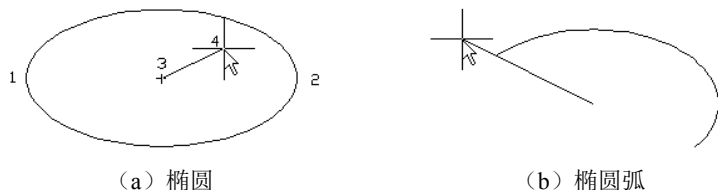

图 2-35 椭圆和椭圆弧
指定椭圆的轴端点或 [圆弧(A)/中心点(C)]: (指定轴端点 1, 如图 2-35 (a) 所示)
指定轴的另一个端点: (指定轴端点 2, 如图 2-35 (a) 所示)
- ☒ 起点角度: 指定椭圆弧端点的两种方式之一, 光标与椭圆中心点连线的夹角为椭圆端点位置的角度, 如图 2-35 (b) 所示。